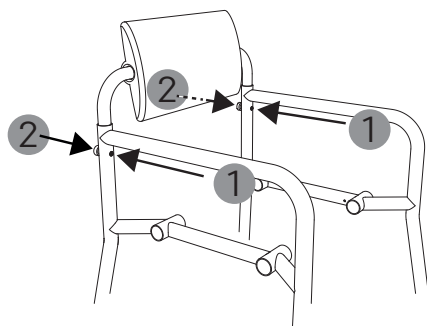

fig. 5
4. Anbring begge sidedele parallelt med hinanden (fig. 5). Sæt en skrue (M6 x 50 mm) i højre og venstre side af sidedelene (1, fig. 5), og fastspænd den på produktets bagside med de riflede fingerskruer (2, fig. 5).